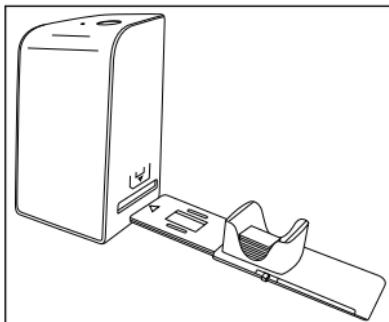

Figura 2
- marcajul tip triunghi să fie în față și vizibil (vezi figura 2).